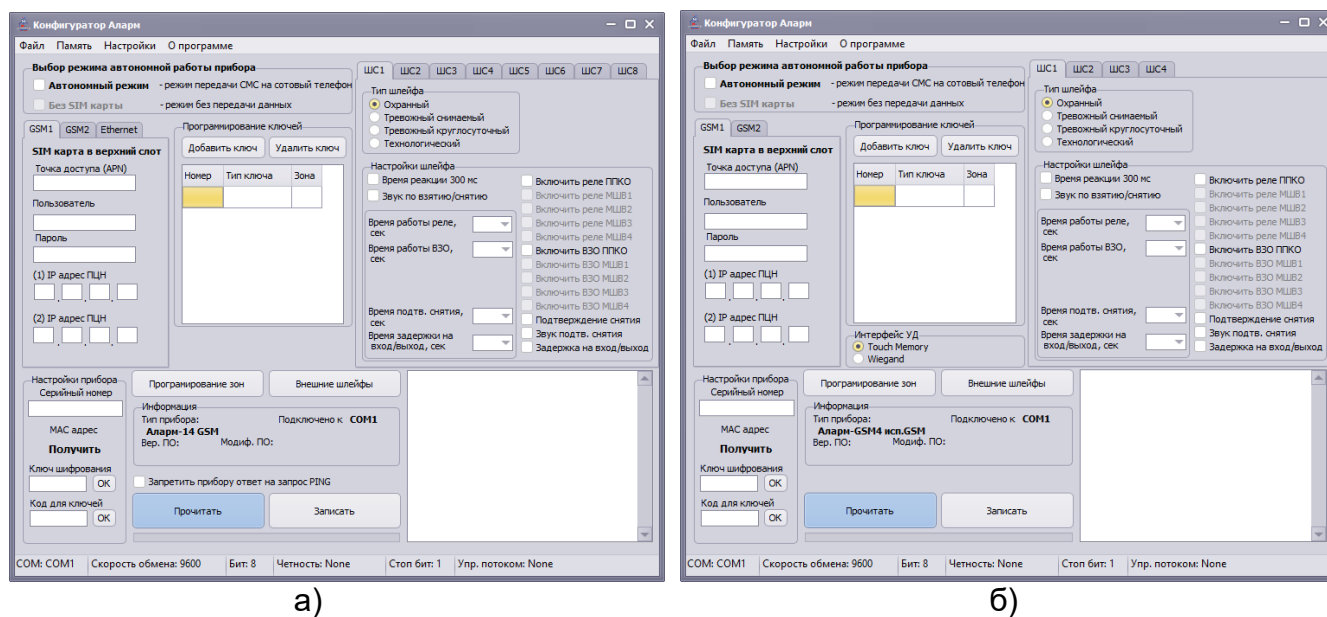

Рисунок 3
2.1 Снять крышку прибора (устройства). Подключить УС-ППК к прибору, кабель интерфейсный USB – miniUSB к устройству и свободному разъему USB ПЭВМ. Разъем для подключения УС-ППК указан на плате прибора в руководстве по эксплуатации прибора, рисунок 3.
3.1.2 В результате выполнения этой команды на экране ПЭВМ появится основное окно «Конфигуратор Аларм» (рисунок 3), в поле Информация отобразится тип и исполнение прибора (рисунок 3 а) или устройства (рисунок 3 б).